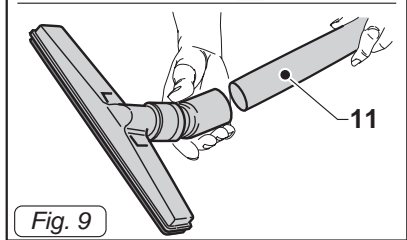

Fig. 9
- Прикрепите от жестких расширениях (11 Рис.9), желаемый аксессуар (сопла, щетка для пыли, щелевая насадка и.т.д).